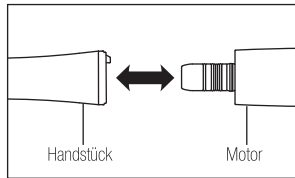

Abb. 2
- 1) Das Handstück direkt an den Motor anschließen. (Abb. 2) Beim Anschließen eines optischen Handstücks das Handstück drehen, bis es hörbar einrastet.